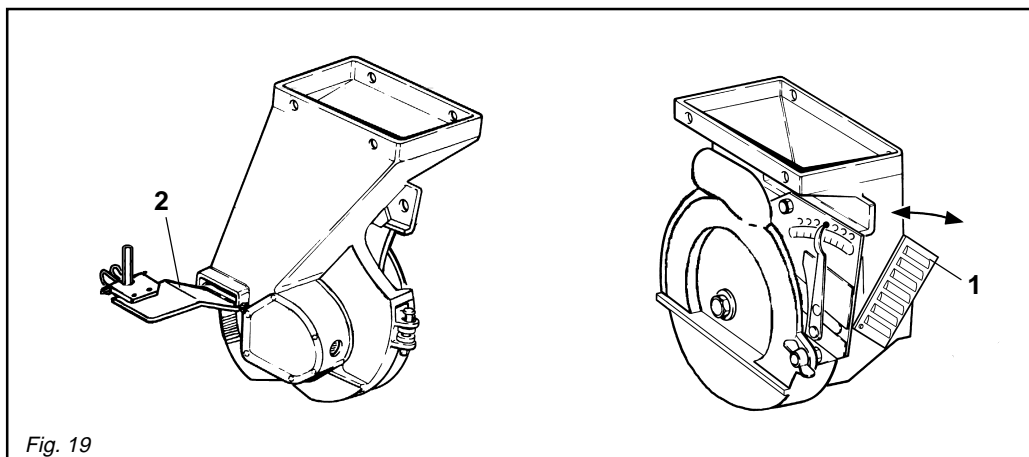

Fig. 19
- Regolare il selettore controllando dalla grata trasparente (1 Fig. 19) che il disco porti un solo seme per foro;
A fine semina scaricare i semi residui dalla porta (2 Fig. 19) del distributore.
- Adjust the selector and control through the transparent grate (1 fig.19) that the disk takes only one seed to each hole;
At the end of seeding discharge the remaining seeds through the distributor door (2 fig.19).
- Den Wähler einstellen und am durchsichtigen Gitter (1 Abb. 19) prüfen, daß die Scheibe nur einen Samen pro Loch trägt;
- Régler le sélecteur et contrôler par la grille transparente (1 Figure 19) que le disque ne porte qu'une graine par trou;
- Regular el selector controlando a través de la rejilla transparente (1 Fig. 19) que el disco lleve una sola semilla por agujero.
*les graines résiduelles de l'ouverture (2 Figure 19) du distributeur.*
*semillas residuales a través de la puerta (2 Fig. 19) del distribuidor.*